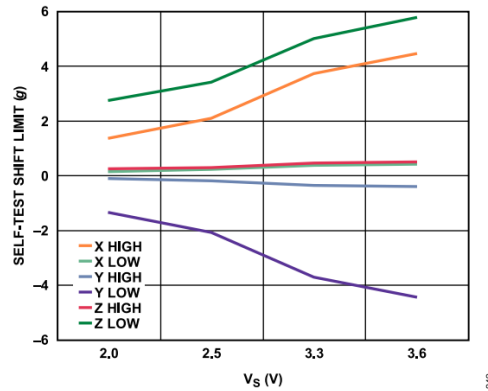

Figura 4.13: Límites de los valores de auto test en el ADXL345 dependiendo del voltaje de alimentación.
5. Si el resultado está comprendido entre los límites representados en la figura 4.13, se toma como resultado satisfactorio y el dispositivo se considera fiable.